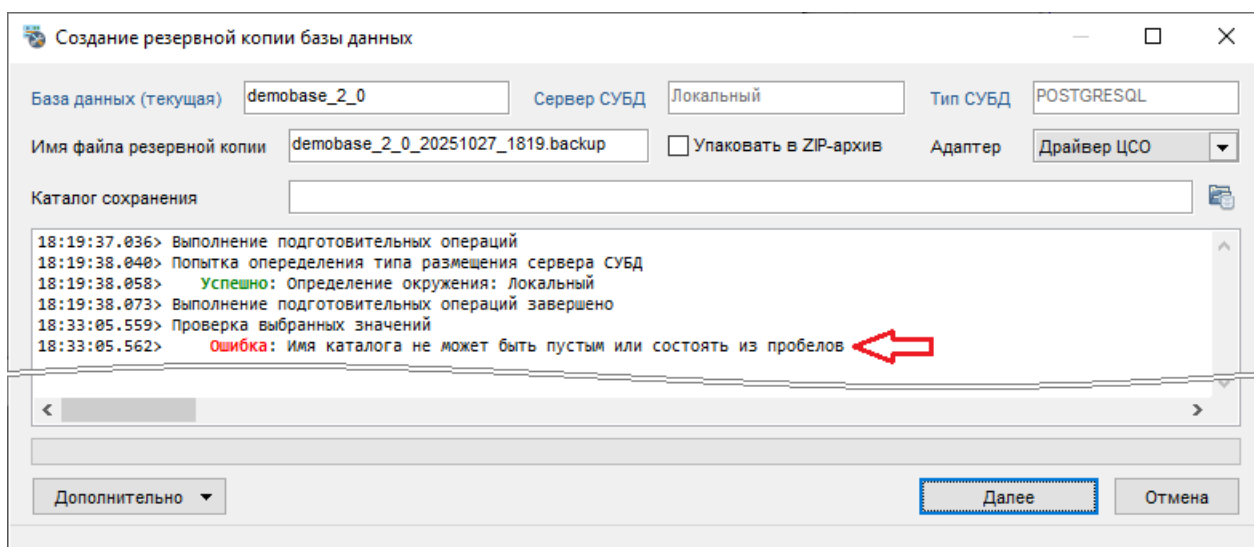

Рисунок 4-50 Отображение ошибки в окне "Создание резервной копии базы данных"
- 3) при отображении в протоколе ошибок (см. Рисунок 4-50) внесите необходимые изменения в настройки и нажмите кнопку «Далее»;